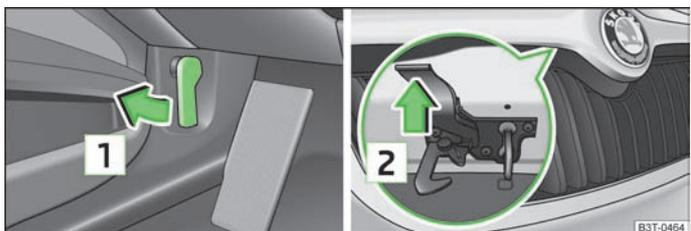

Abb. 141 Entriegelungshebel für Motorraumklappe / Kühlergrill: Entriegelungshebel
- Am Entriegelungshebel unterhalb der Schalttafel **1** ziehen » Abb. 141.
- Den Entriegelungshebel in Pfeilrichtung **2** drücken » Abb. 141, die Motorraumklappe wird entriegelt.